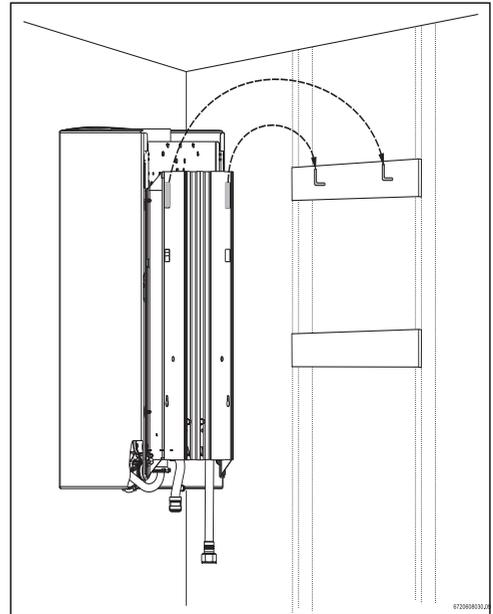

Fig. 8 Asegure el calentador a la pared
- Cuelgue el calentador de los dos ganchos en forma de "L". (→ Fig. 8).